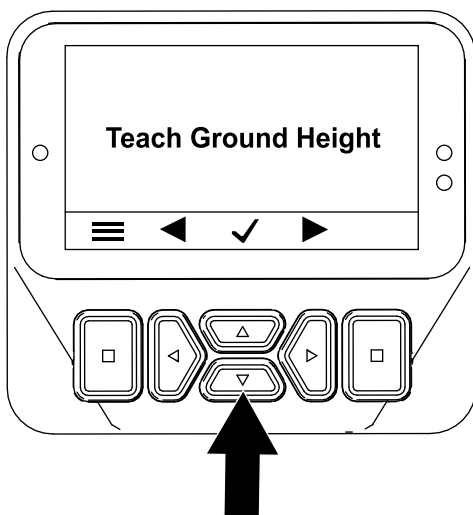

Figura 62
4. En la pantalla Teach Ground Height (Figura 62), pulse cualquiera de los botones centrales.